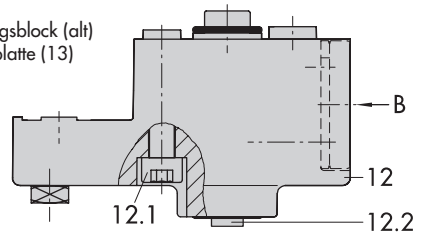

Bild 4 · Direktanbau – Stelldruckanschluss für Antrieb Typ 3277 mit 240, 350 und 700 cm²
1. Mitnehmer (3) an die Antriebsstange setzen, ausrichten und so festschrauben, dass die Befestigungsschraube in der Nut der Antriebsstange sitzt.
2. Abdeckplatte (10) mit schmaler Seite des Ausbruches (Bild 4 links) in Richtung zum Stelldruckanschluss befestigen, die aufgeklebte Flachdichtung (14) muss zum Antriebsjoch zeigen.
3. Bei Antrieben mit 700 cm² am Hebel **M** (1) auf der Stellungsreglerrückseite den Abtaststift (2) aus Stiftposition **35** lösen und in die Bohrung für Stiftposition **50** umsetzen und verschrauben.
6. Kontrollieren, ob die Zunge der Dichtung (16) seitlich am Verbindungsblock so ausgerichtet ist, dass das Antriebsymbol für "Antriebsstange ausfahrend" bzw. "Antriebsstange einfahrend" mit der Ausführung des Stellantriebes übereinstimmt. Andernfalls müssen die drei Befestigungsschrauben entfernt, die Deckplatte abgehoben und die Dichtung (16) um 180° gedreht wieder eingelegt werden. Beim alten Verbindungsblock (Bild 4 unten) muss die Schalplatte (13) so gedreht werden, dass das entsprechende Antriebsymbol zur Pfeilmarkierung ausgerichtet ist.
7. Verbindungsblock (12) mit seinen Dichtungen an Stellungsregler und Antriebsjoch ansetzen und mit Befestigungsschraube (12.1) festziehen. Bei Antrieb "Antriebsstange einfahrend" zusätzlich den Stopfen (12.2) entfernen und die externe Stelldruckleitung montieren.
8. Deckel (11) auf der Gegenseite montieren. Dabei unbedingt darauf achten, dass im eingebauten Zustand des Stellventiles der Entlüftungstopfen nach unten zeigt, damit evtl. angesammeltes Kondenswasser abfließen kann.